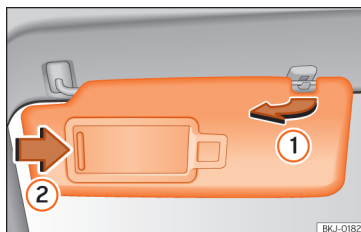

Fig. 80 Pala do sol.
- A pala do sol pode ser puxada para fora da fixação e ser virada para a porta »» Fig. 80 ①.